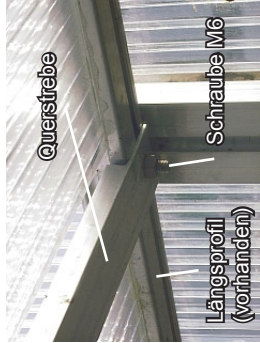

Bild 2
- Die Querstreben, im Bereich der Mittelbügel, am hinteren Längsprofil mit Schrauben M6 verschrauben (Bild 2).